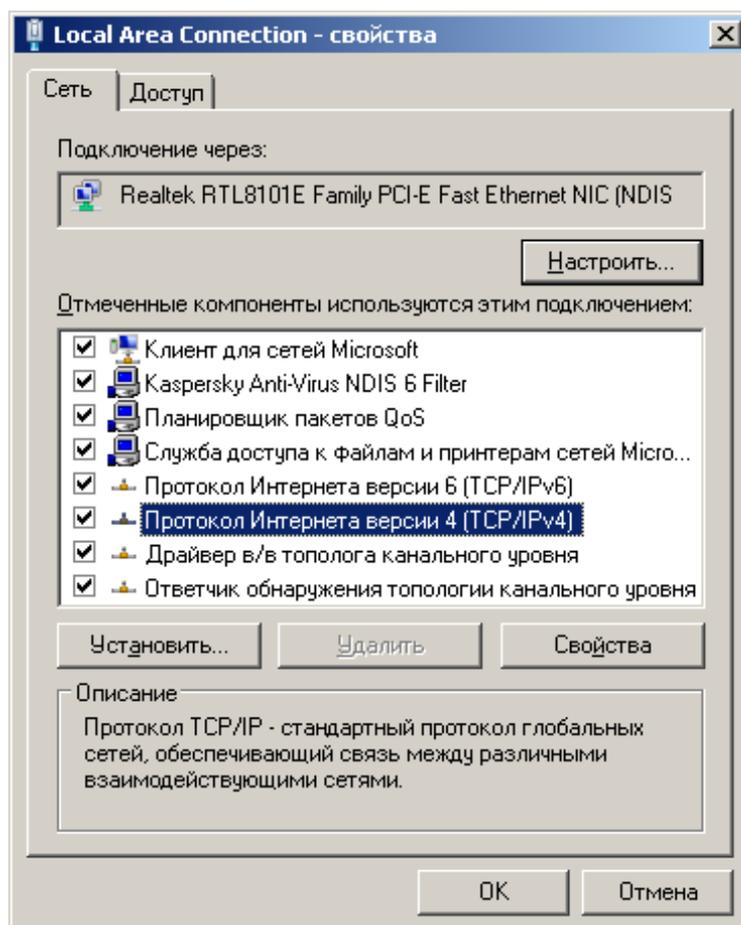

Рис. 3.5. Окно свойств «Подключение по локальной сети»
- далее выбиваем строку «Протокол Интернета версии 4(TCP/IPv4)» и нажимаем кнопку «Свойства» (рис. 3.5);